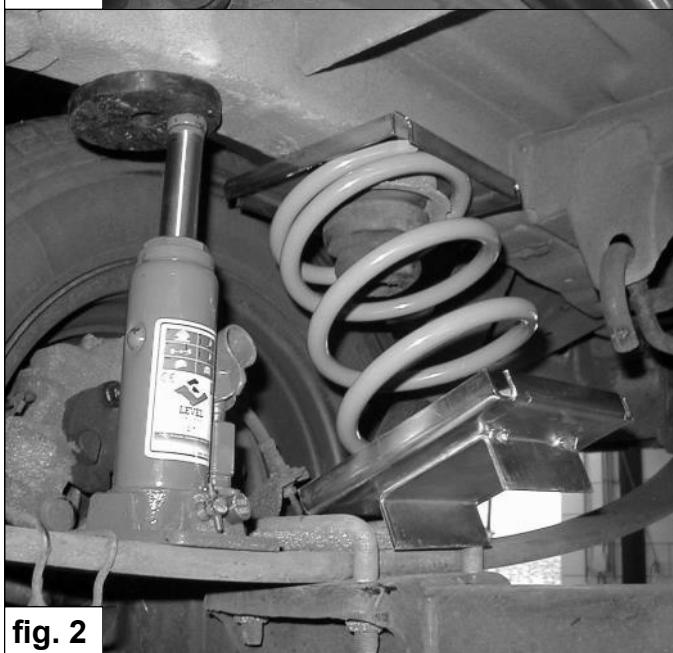

fig. 2
4. Heben Sie das Fahrzeug an und stellen Sie ein Wagenheber zwischen die Blattfeder und das Chassis. Siehe fig. 2.
5. Montieren Sie die Powerspring **C** zusammen mit den untere Federteller **B**. Achten Sie darauf dass den untere Federteller richtig zwischen die U-Bolzen der Blattfeder zentriert. Ziehe fig. 2 und 3.
4. Soulevez le véhicule et placez le cric entre la lame de ressort et le longeron du châssis. Voir fig. 2.
5. Placez le ressort auxiliaire **C** avec la coupelle inférieure **B**. Veillez à ce que la coupelle inférieure **B** soit correctement centrée entre les brides en U de la lame de ressort. Voir fig. 2 et 3.